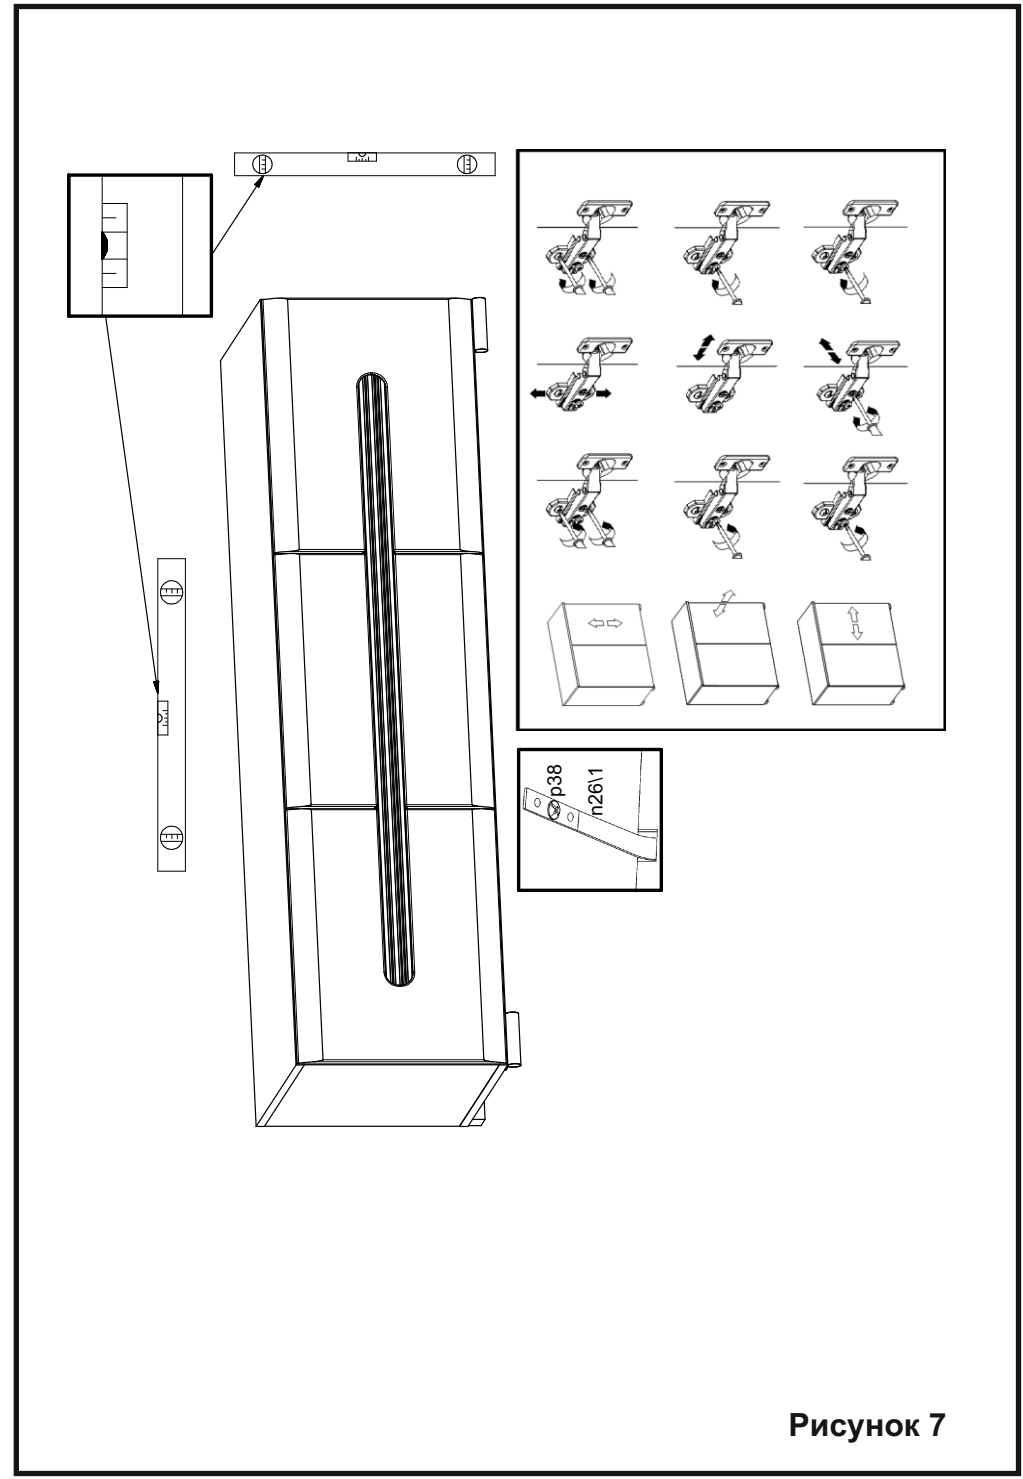

Рисунок 7
22. Навесить дверь 3 на корпус изделия, совместив петли шарнирные a102 с ответными планками петель b59. При необходимости отрегулировать положение двери, вращая регулировочные винты (см.рис. 7).